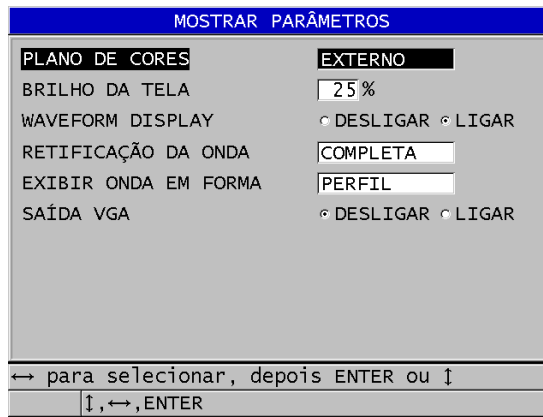

Figura 4-3 Tela **MOSTRAR DEFINIÇÕES**
2. Na tela **MOSTRAR DEFINIÇÕES** (veja Figura 4-3 na página 60), selecione o parâmetro e das seguintes opções: